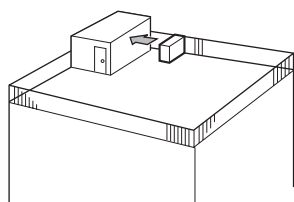

Fig. 2-16
- ① Positionner la sortie d'air vers le mur le plus proche et à environ 50 cm de celui-ci. (Fig. 2-16)